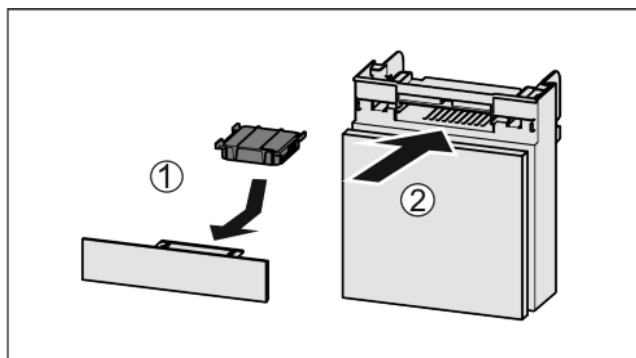

Fig. 43
- ▶ Aktivkohlefilter nach Abbildung einsetzen Fig. 43 (1).
- ▶ Fach einschieben Fig. 43 (2).